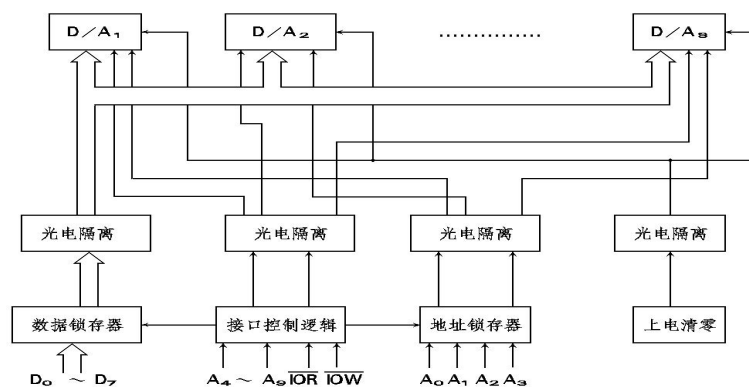

图1 工作原理框图
3.1 工作原理框图: PC-6327 高速光隔模出接口卡工作原理框图见图 1。